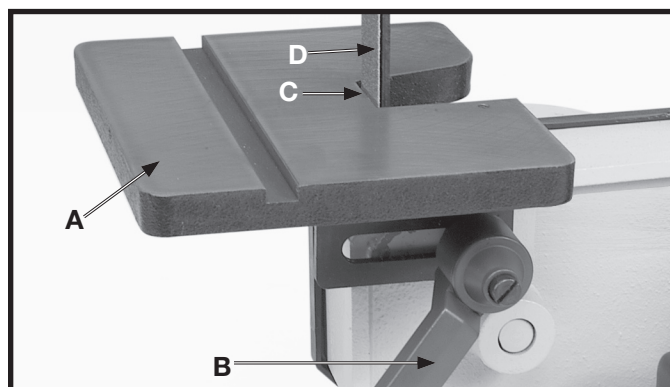

Fig. 25
La mesa de la lijadora de correa (A) Fig. 25 puede ser inclinada o movida hacia adentro o afuera mediante el aflojado de la agarradera de cierre (B), moviendo la mesa a la posición deseada, y apretando nuevamente la agarradera de cierre (B). **AVISO:** La agarradera de cierre (B) está accionada por resorte y puede ser colocada en distintas maneras tomando la agarradera y colocándola sobre el gorrón de cierre dentado localizado debajo de la agarradera.
⚠ ADVERTENCIA Para evitar atrapar el material o los dedos entre la mesa y la correa de Lijado, el borde de la mesa (C) Fig. 25 debe colocarse a un máximo de 1/16 de pulgada de la correa de lijado (D), como se ilustra aquí.